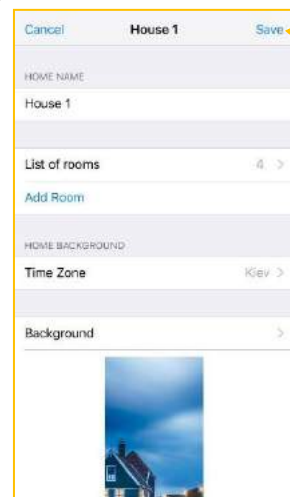

Abbildung 19
10.5.4 Auf **Save** tippen, um Änderungen zu speichern (Abb. 19).